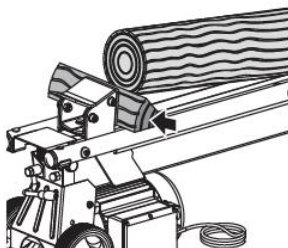

fig. 4
3. Insérez le bord étroit d'un coin sous la bûche coincée (fig. 4).